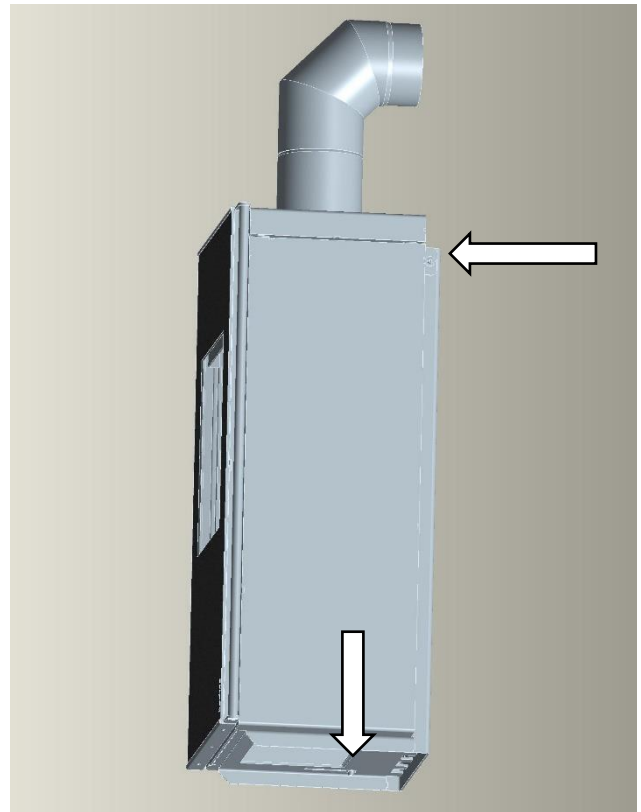

Fig. 10 : fixer définitivement le corps du poêle
6. Déplacer le corps du poêle avec précaution jusqu'à la butée vers l'arrière, raccorder le tuyau de fumée à la cheminée. Visser les deux vis avec une rondelle en haut sur la fixation murale avec le corps du poêle. Serrer fermement les deux vis sur la partie inférieure (Fig. 10).